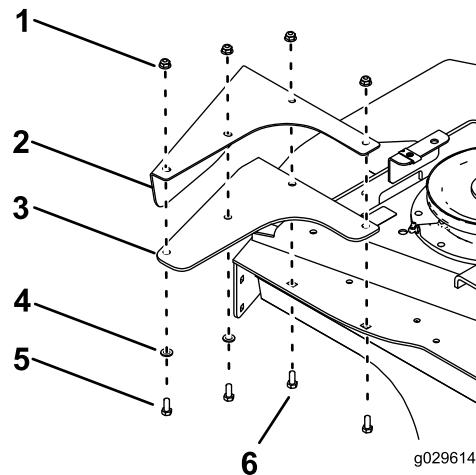

Figura 13
8. Montate il coperchio del pedale sinistro e un deflettore sulla parte superiore e laterale del piatto di taglio con 2 bulloni a testa tonda (5/16 x 7/8 poll.), 2 bulloni a testa tonda (5/16 x 3/4 poll.), 2 rondelle e 4 dadi (5/16 poll.), come illustrato nella Figura 13.